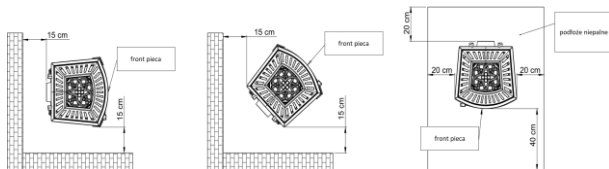

Fig.3. Trygge avstander fra ovnen til ikke-brennbare deler.
- Ovnen skal plasseres på et ubrennbart underlag, og min. 0,4 m fra ovnen og min 0,2 m målt fra sidene og baksiden av ovnen (Se Fig 3),
- anbefalt minsteavstand til IKKE-BRENNBARE deler er ikke mindre enn 15 cm (Fig. 3)